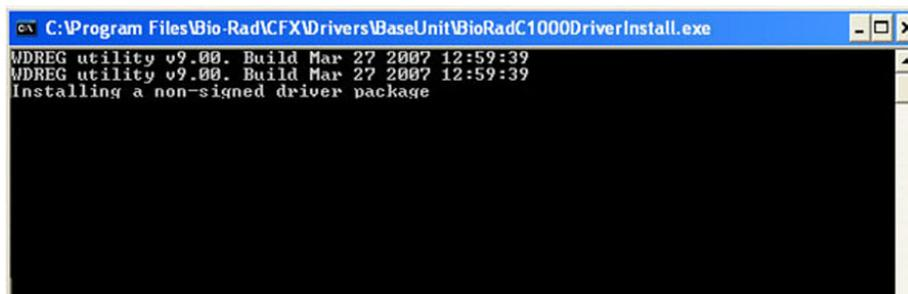

Figura 84. Janela de instalação de controladores.
2. Clique no ecrã de instalação do software do botão **Drivers** (Controladores) (Figura 84).